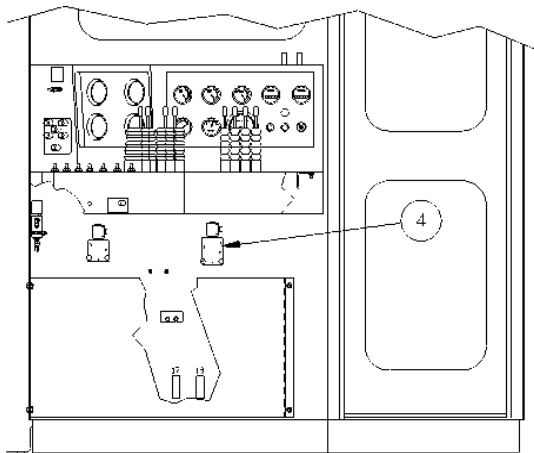

Fig. 7-28 Console de commande dans la cabine de l'opérateur
- L'autre pompe a une double fonction. Elle actionne à la fois la chenille gauche et le moteur de la tête rotative pour le forage. Cela est assuré par un distributeur 410574 (fig. 7-28) qui dirige le flux vers le moteur souhaité. Le commutateur FORAGE / DÉPLACEMENT sur le tableau de commutation dans la cabine de l'opérateur commande le distributeur. Lorsque le commutateur est OUVERT (hors tension), le distributeur dirige le flux vers le circuit de DÉPLACEMENT. Lorsque le commutateur est FERMÉ (sous tension), le tiroir du distributeur se déplace pour diriger le flux vers le circuit de ROTATION.